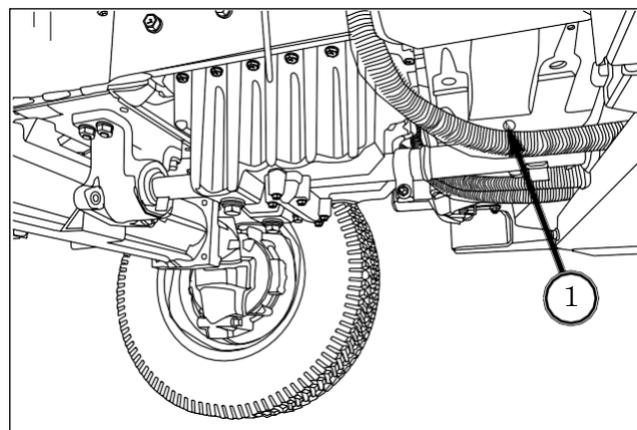

FIG. 242
FIG. 242: Es necesario retirar el tapón (1) de la parte inferior del cárter de acoplamiento una vez al año o cuando el acoplamiento patine. Todas las fugas de aceite al nivel de la junta trasera del cigüeñal y/o del árbol que lleva a la transmisión comportará un derrame de aceite por el orificio. En caso de fuga de aceite, consulte con su agente ISEKI.